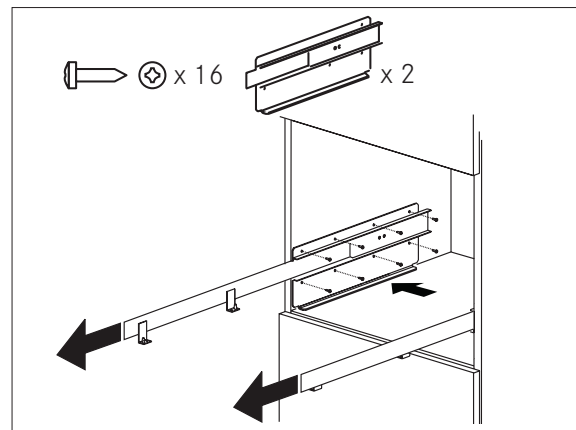

Abb. 4
- ▶ Positionieren Sie die Schienen an den Schrankseiten wie in Abbildung 4 gezeigt. Schrauben Sie diese mit den mitgelieferten Schrauben fest. Dann ziehen Sie die Schienen vollständig heraus. Falls die Kaffeemaschine über einer Wärmeschublade installiert wird, verwenden Sie die Oberseite als Referenz zum Positionieren der Schienen. In diesem Fall gibt es keine Oberfläche, auf der die Schienen aufliegen können.